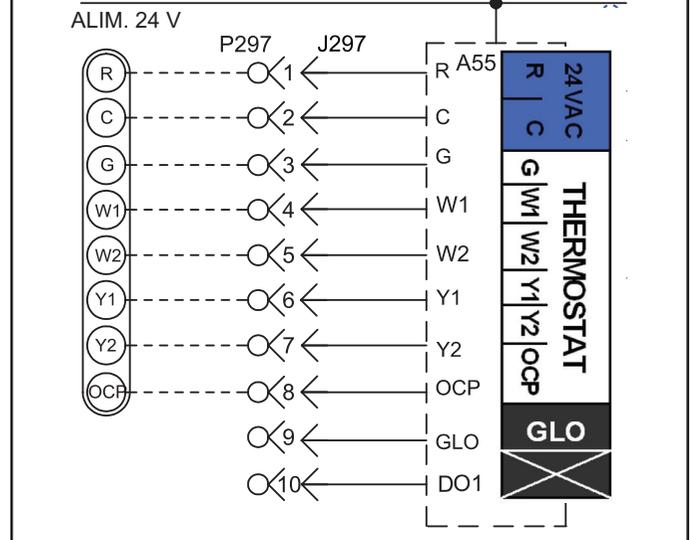
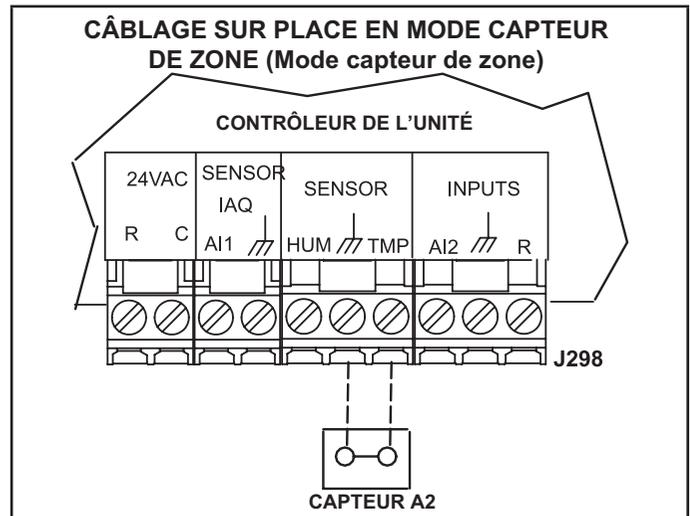
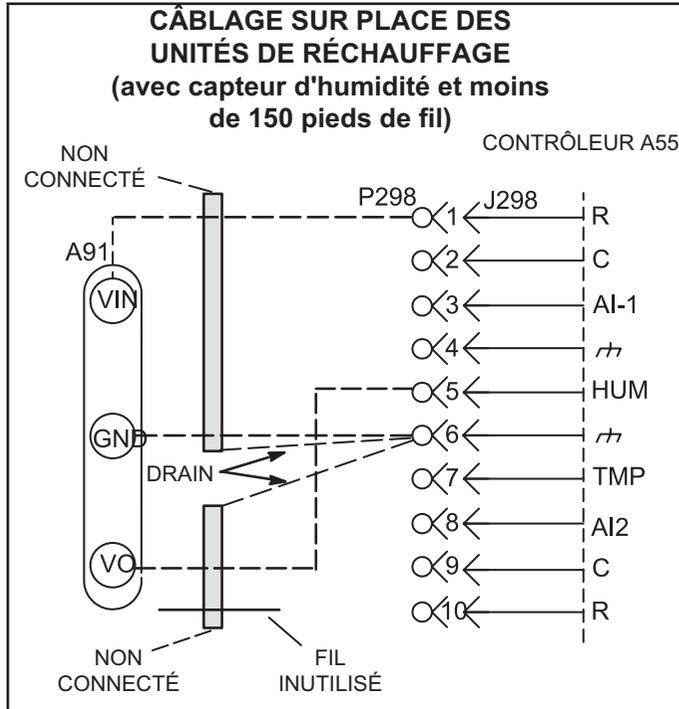

FIGURE 8
FIGURE 9
FIGURE 10
Reportez-vous à la FIGURE 8 pour le câblage sur place et référez-vous aux schémas de câblage sur l'unité.
Le contrôleur de l'unité fera fonctionner le chauffage et la climatisation en fonction des points de consigne internes du contrôleur de l'unité et de la température du capteur de zone A2. Un panneau de contrôle réseau (NCP) optionnel peut également être utilisé pour fournir les points de consigne. Un thermostat ou un capteur de reprise d'air peut être utilisé comme mode de secours. Effectuez les connexions de câblage du capteur de zone comme indiqué à la FIGURE 9.
- 2- Effectuez les connexions électriques comme indiqué à la FIGURE 8 pour le mode thermostat et à la FIGURE 9 pour le mode capteur de zone. En outre, connectez un capteur d'humidité ou une entrée de déshumidification. Reportez-vous à la FIGURE 10 ou à la FIGURE 11 pour le câblage du capteur d'humidité ou à la FIGURE 12 pour le câblage de l'entrée de déshumidification.
Utilisez deux câbles blindés séparés contenant des paires torsadées de 20 AWG minimum avec un blindage global. Belden type 8762 ou 88760 (plénum) ou équivalent. Connectez les deux fils de drainage du blindage du câble sur TB1-7 comme indiqué à la FIGURE 10.
Utilisez deux câbles blindés séparés contenant des paires torsadées de 18 AWG minimum avec un blindage global. Belden type 8760 ou 88760 (plénum) ou équivalent. Connectez les deux fils de drainage du blindage du câble sur TB1-7 comme indiqué à la FIGURE 10.